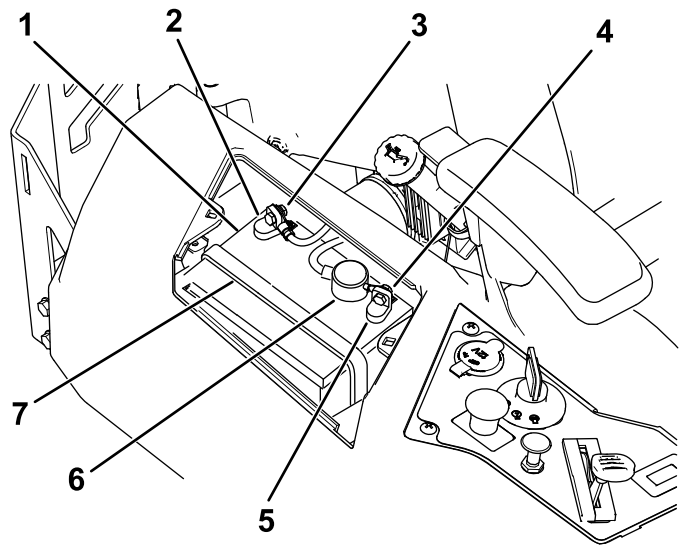

Figura 57
4. Desconecte el cable negativo de tierra (negro) del borne de la batería (Figura 57).
6. Desconecte el cable positivo (rojo) del borne de la batería (Figura 57).
7. Retire la correa de sujeción de la batería (Figura 57) y levante la batería para retirarla de su bandeja.
1. Coloque la batería en la bandeja (Figura 57).
5. Fije la batería con la correa de sujeción (Figura 57).